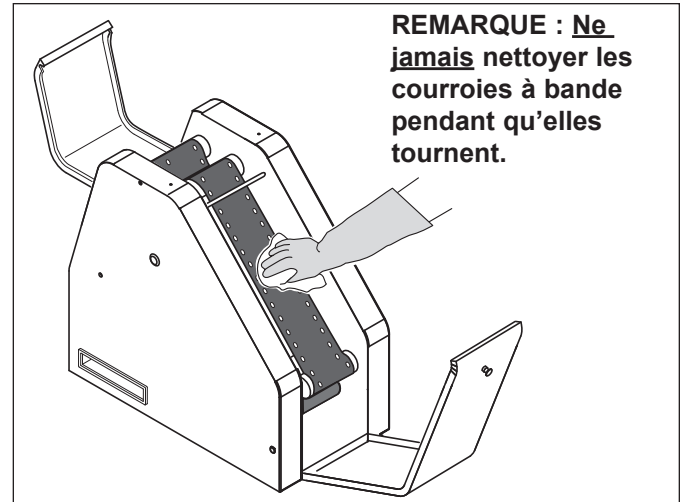

Figure 9. Nettoyage des courroies à bande
2. Essuyer l'extérieur de la courroie supérieure à l'aide d'une serviette propre mouillée de **McD® ultra concentré tout-usage (APSC) (HCS)**, tout en prenant soin de porter des gants antichaleur. Voir la figure 9.